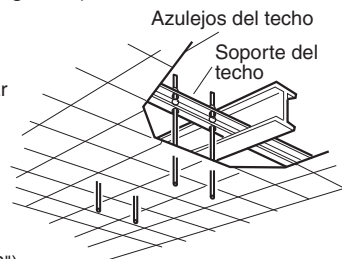

Fig. 3-12
- b) Utilice los soportes del techo existentes o construya un soporte adecuado (Fig. 3-12).